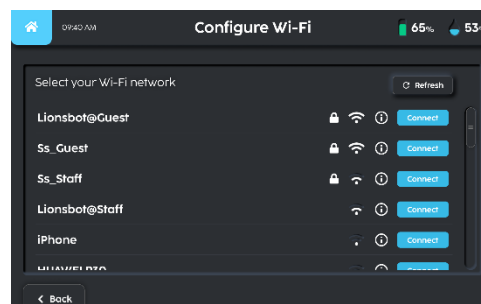

Fig. 4
4. Sélectionnez le réseau à configurer ou à connecter (Fig 4).